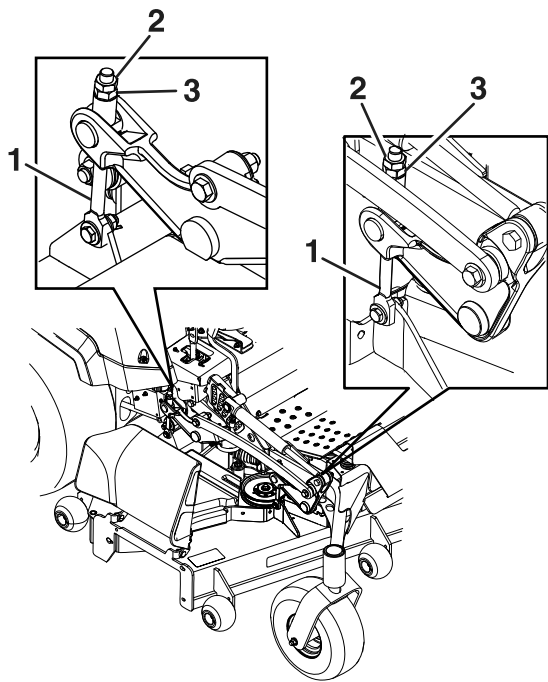

Bild 84
- Drehen Sie die Einstellmutter am Frontmähwerkhub, um eine genaue Einstellung zu erreichen (Bild 84).